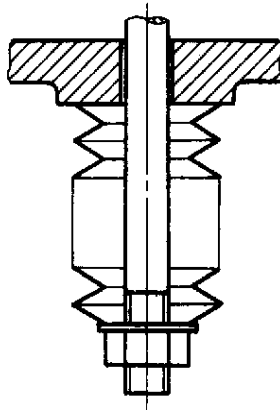

图 3
3.4 四束以上的碟形弹簧，中间部分省略后用细实线画出轮廓范围（图 3）。